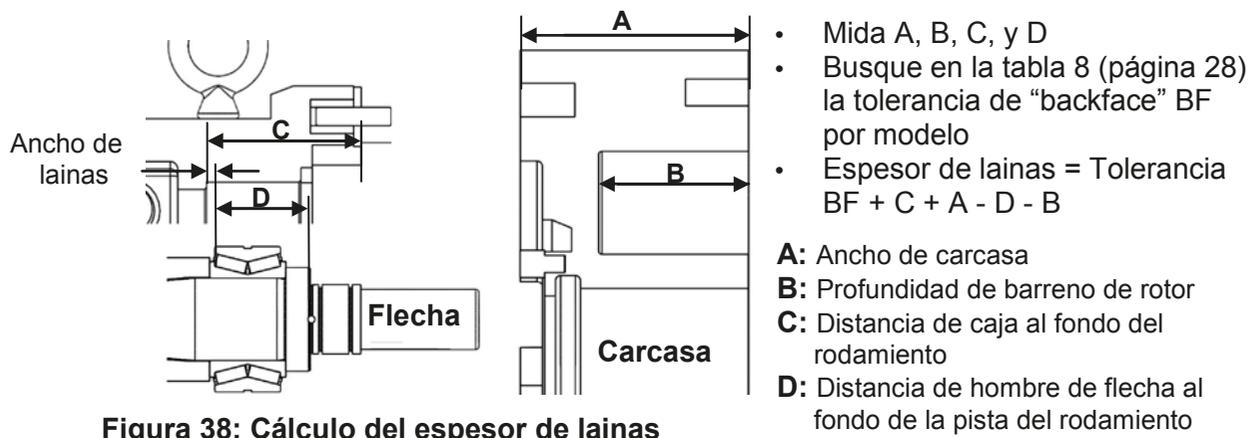

Figura 38: Cálculo del espesor de laines
3) Las laines colocadas en la flecha detrás del rodamiento frontal controlan la tolerancia de la cara trasera de la bomba; es decir el espacio entre carcasa y rotor. Si no se reemplazan las flechas o rodamientos, use las mismas laines que se removieron al desensamblar, revisando que estén en los barrenos adecuados. De lo contrario, deben recalcularse las laines. Use la figura 38, para la tolerancia de la cara trasera vea la tabla 8 en la página 28.